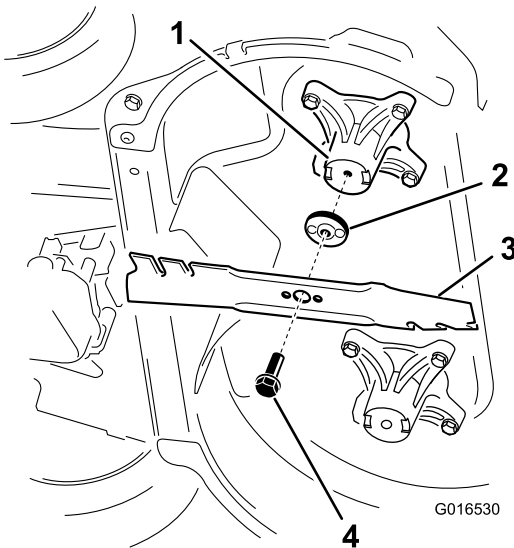

Bild 39
2. Entfernen Sie jedes Messer, siehe Bild 39.
1. Montieren Sie das erste Messer so, dass es horizontal ist, und all Befestigungen, wie in Bild 39 dargestellt.